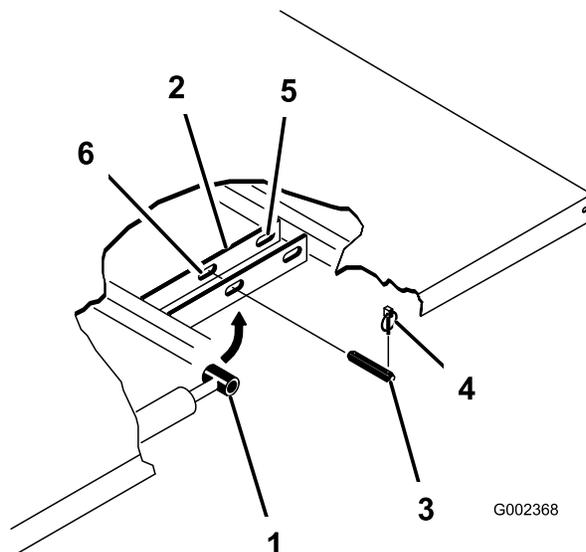

図 23
- 3. シリンダの外側端部からリンチピンを外す 図 23。
- 4. シリンダロッドの端部を荷台取り付けプレートのスロットに固定しているクレビスピンを内側に押し込んで外す (図 23)。
- 5. ピボットブラケットをフレームに固定しているリンチピンとクレビスピンを外す 図 23。